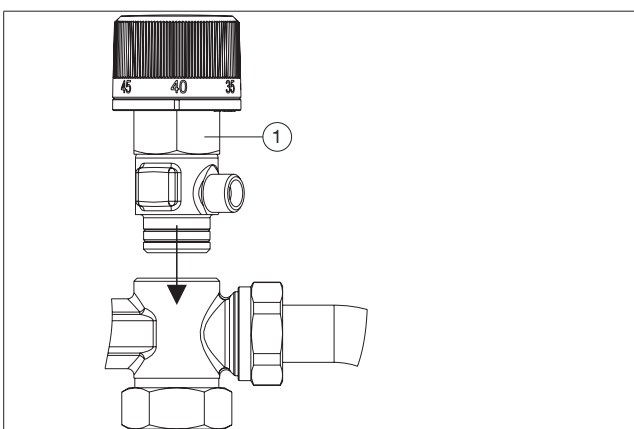
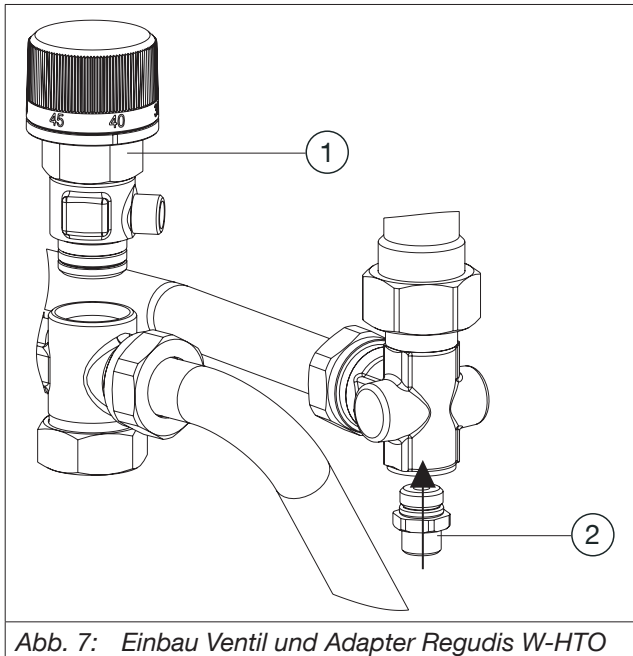

Abb. 4: Einbau Ventil Regudis W-HTU/TU und Regudis W-HTF
Abb. 7: Einbau Ventil und Adapter Regudis W-HTO
7. Schrauben Sie das Ventil in den Verteiler (siehe Abb. 4). Beachten Sie die Ausrichtung des Ventils (die weiße Markierung des Handrads muss nach vorne zeigen). Schrauben Sie das Gehäuse so weit ein, bis der Dichtring vollständig vom Gehäuse verdeckt ist, dann ist die Verbindung selbstdichtend.
Winkel (siehe Abb. 7).
6. Schrauben Sie das Ventil in den Verteiler (siehe Abb. 4). Beachten Sie die Ausrichtung des Ventils (die Anzeige 45° muss nach vorne zeigen). Schrauben Sie das Gehäuse so weit ein, bis der Dichtring vollständig vom Gehäuse verdeckt ist, dann ist die Verbindung selbstdichtend (siehe Abb. 7).